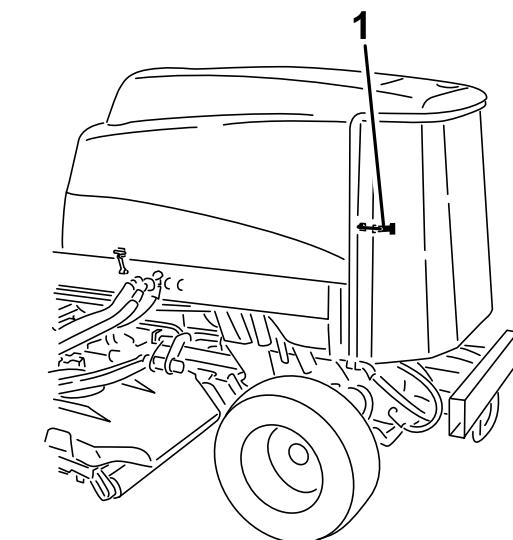

Figura 85
3. Destranque e abra o painel traseiro (Figura 85).